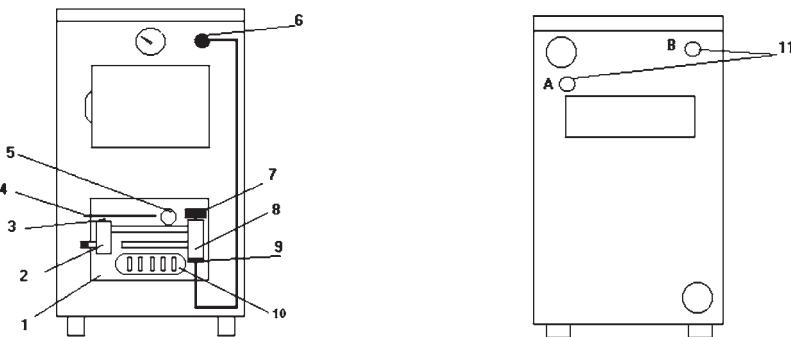

Рис. 2
3. На крепежные кронштейны в рамке установить фронтальный щиток 1 автоматического газогорелочного устройства (рис.2)
4. Установить термобаллон термодатчика 9 (рис.2) в отверстие 6 (рис.2).
- 1) Перед розжигом газогорелочного устройства необходимо проветрить помещение и провентилировать топливник котла в течение 5-10 минут. Ручка 7 (рис.2) управления горелкой должна быть закрыта.
- 3) При розжиге газогорелочного устройства щели во фронтальном щитке должны быть открыты на величину, обеспечивающую нормальную тягу. Тяга регулируется решеткой 10 (рис.2) и шибером дымохода.
- 4) Зажечь бумажный жгутик, нажать кнопу клапана 3 (рис.2) до отказа и через смотровое отверстие 5 поднести жгутик к запальной горелке. Убедившись в наличии устойчивого пламени на запальной горелке, держать кнопку в таком положении до тех пор, пока рычаг 4 не наедет на одну треть ее диаметра. Отпустить кнопку. Потом этого плавно открыть ручку управления 7 и проследить, чтобы газ на основной горелке воспламенился от запальной горелки. Перед открытием ручки управления смотровая заслонка 5 должна быть закрыта.